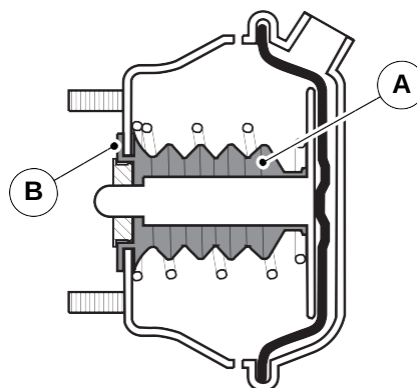

Figura 26. Vista interna de uma câmara de freio
10. Na câmara de freio, deve haver um fole interno (A) na haste de comando, ver figura 26.
12. Inspeção se o flange de vedação externo (B) está corretamente encaixado no lugar, intacto e sem danos.